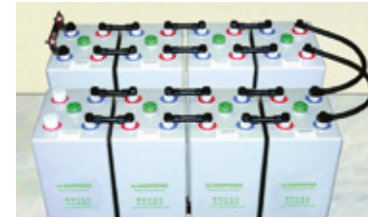

Abb. 5-15: Einsatz von Reihenverbindern und Stufenverbindern
Es gibt schraubbare Reihenverbinder, Stufenverbinder und Etagenverbinder (vgl. Abb. 5-15). Die Reihenverbinder werden zum Verbinden der einzelnen Zellen/Blockbatterien eingesetzt, die Stufenverbinder zum Verbinden der einzelnen Stufen untereinander (Einsatz von Stufengestellen) und die Etagenverbinder zum Verbinden der Etagen (Einsatz von Etagegestellen).
2. Bringen Sie die Verbinder an, wie in Abb. 5-15 gezeigt. Ziehen Sie die Schrauben zunächst nur mit der Hand an, um Zellen und Verbinder abschließend noch einmal ausrichten zu können.
Insgesamt gibt es 11 verschiedene Typen von Anschlussplatten (vgl. Abb. 5-15). Anschlussplatten kommen immer dann zum Einsatz, wenn Leitungen an Zellen mit mehreren Batteriepolen angeschlossen werden müssen.